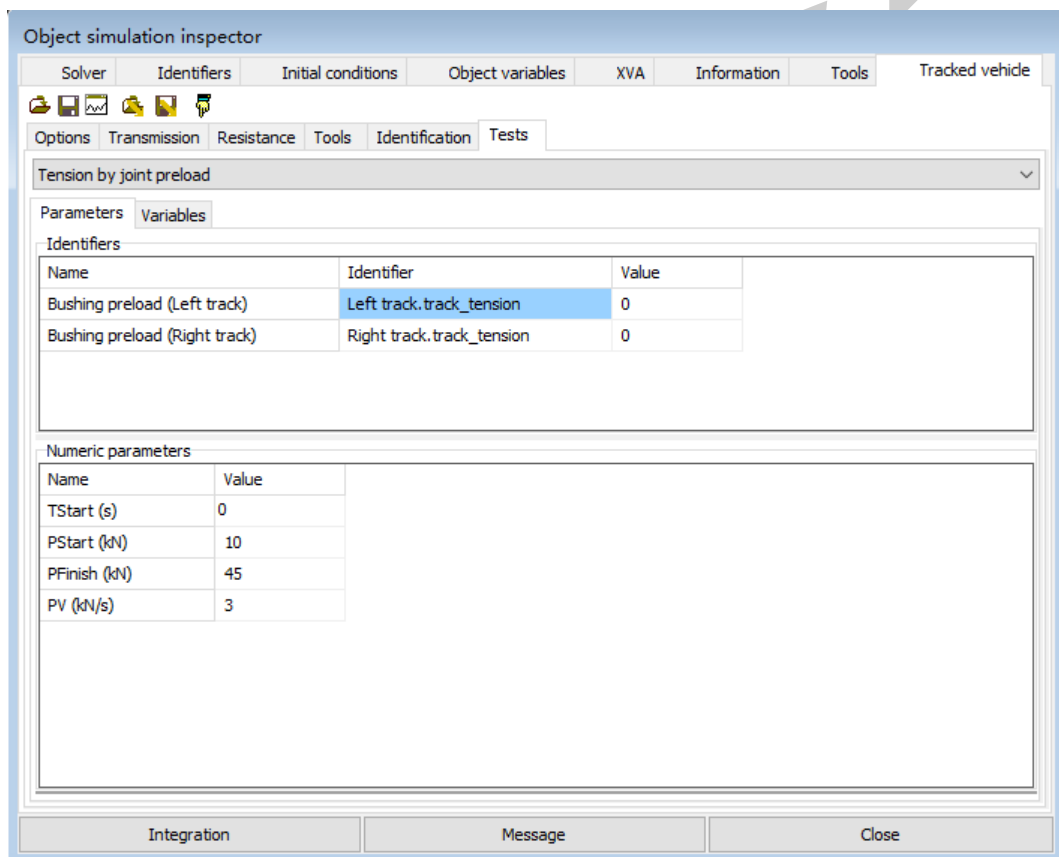

图 2.10
- 按图 2.10 所示，在 **Parameters** 页面设置履带张紧试验的参数，表示从 **0s** 开始加载，初始载荷为 **10kN**，终了载荷为 **45kN**，每秒的载荷增量为 **3kN**。